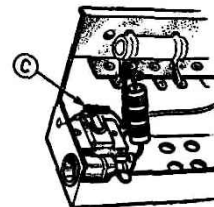

Fig. 6
- Dans le cas d'une grande capacité d'antenne, il est nécessaire, pour effectuer l'accord, de supprimer le condensateur céramique C de 22 pF placé en parallèle sur le trimmer d'antenne (fig. 6).